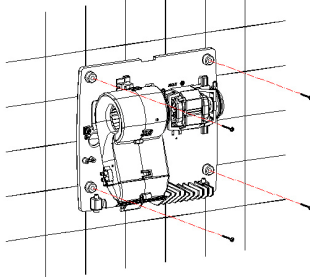

Рисунок 7
3. УБЕДИТЬСЯ В ТОМ, ЧТО ВСЕ 4 РЕЗИНОМЕТАЛЛИЧЕСКИЕ ВТУЛКИ ВСТАВЛЕНЫ ПРАВИЛЬНО. ПЛОТНО ЗАКРЕПИТЬ ОСНОВАНИЕ НА СТЕНЕ, ЗАКРУТИВ 4 ПОСТАВЛЯЕМЫХ В КОМПЛЕКТЕ ШУРУПА (РИС. 7).